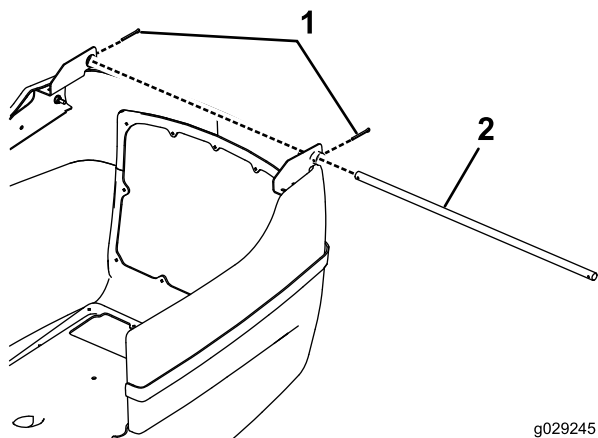

Figur 1
5. Monter de nye venstre og høyre hengseldekselbraketene (Figur 1).